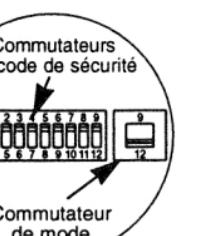

Fig. 2
2. **Placer le commutateur de mode sur 9 ou 12, en fonction du nombre de commutateurs de code de sécurité de votre télécommande à bouton unique ou du récepteur de l'ouvre-porte (Fig. 2).**